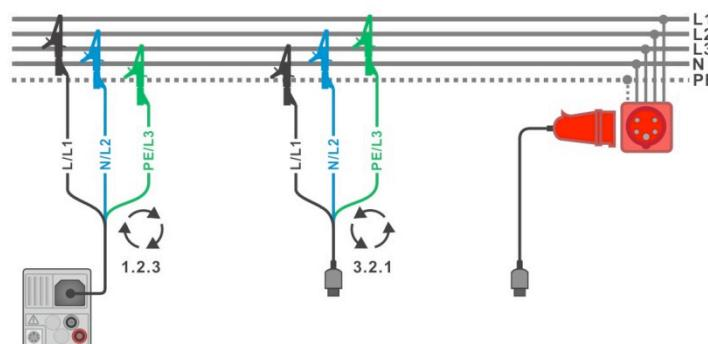
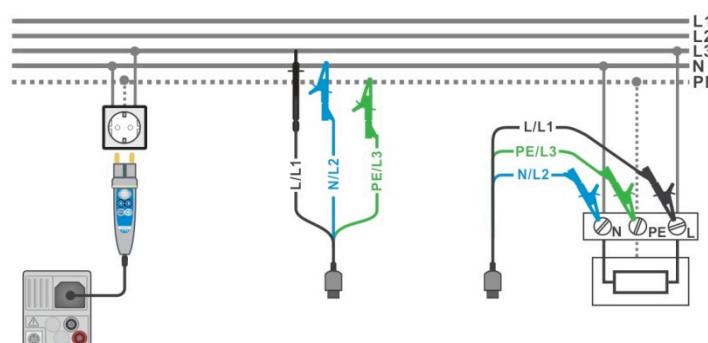

Рисунок 7.2: Подключение 3-проводного измерительного кабеля и опционального 3-фазного адаптера в трехфазной системе.
Рисунок 7.3: Подключение щупа «commander» с вилкой и 3-проводного измерительного кабеля в однофазной системе.
- ▶ Подключите измерительный кабель к испытываемому объекту, см. *Рисунок 7.2: Подключение 3-проводного измерительного кабеля и опционального 3-фазного адаптера в трехфазной системе* и *Рисунок 7.3: Подключение щупа «commander» с вилкой и 3-проводного измерительного кабеля в однофазной системе*.